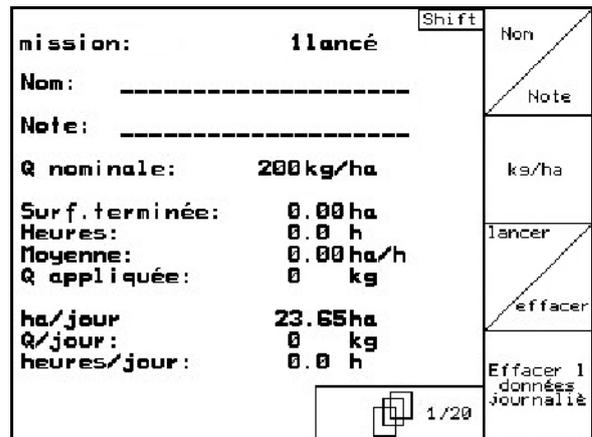

Fig. 43
11. Quittez le menu principal pour accéder au menu Mission (Fig. 43).
12. Supprimez les données journalières de la mission commencée (Fig. 43).